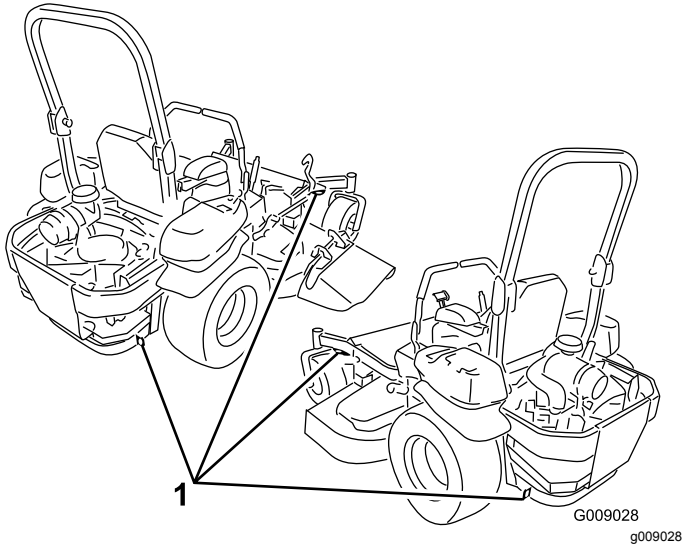

Figure 30
5. Servez-vous des points d'attache en métal de la machine pour l'arrimer solidement sur la remorque ou le véhicule de transport au moyen de sangles, chaînes, câbles ou cordes (Figure 30).